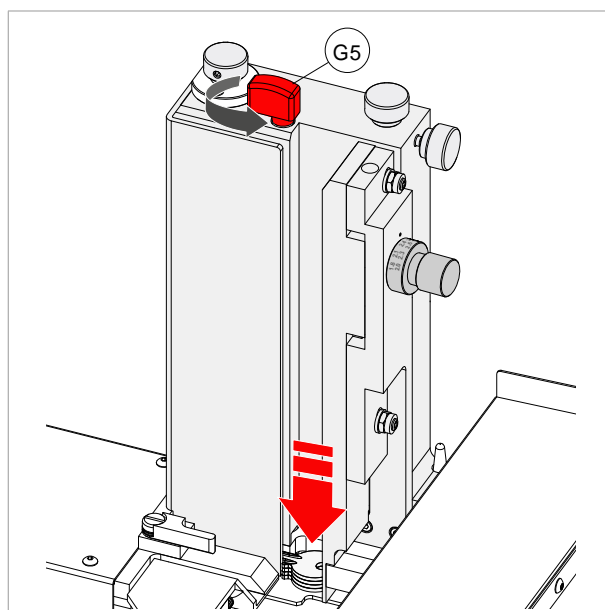

Fig. 121
- 4) Draai de hendel (G5) over 90° zodat de sleutels naar beneden kunnen vallen (Fig. 121).